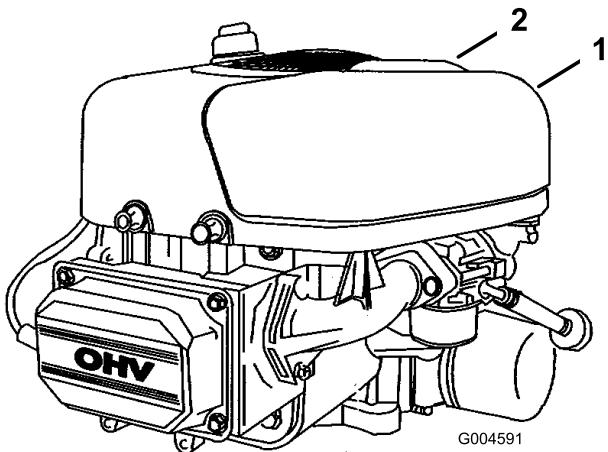

Figura 21
4. Tire hacia arriba del asa de la tapa del limpiador de aire, girela hacia el motor (Figura 21) y retire la tapa del limpiador de aire.